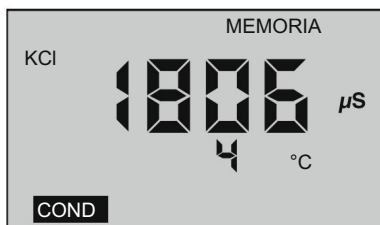

Figura 9
2. Aparecerá "MEMORIA" y la pantalla de temperatura será reemplazada momentáneamente por un número (1-100) que muestra la posición del registro. La Figura 9 muestra una lectura de 1806 μS almacenada en el registro de memoria n.º 4.